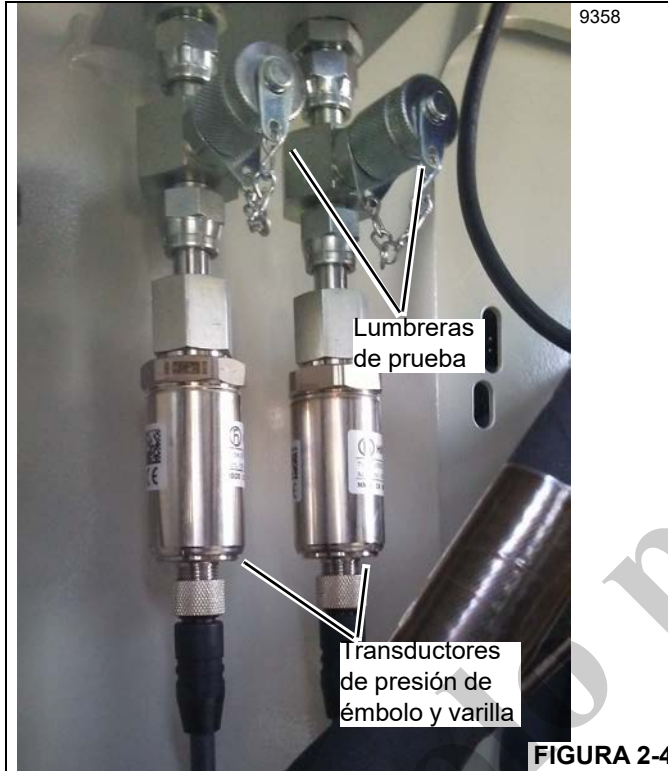

FIGURA 2-4
**Transductores de presión de émbolo y varilla** – Los transductores de presión de émbolo y varilla (Figura 2-4) miden la carga hidráulica de la grúa. Están montados en los cilindros de elevación lateral del émbolo y varilla. Los transductores están ubicados en la escuadra de refuerzo interior del bastidor, debajo de la torreta, y cuentan con lumbreras de prueba para purgar el aire de las mangueras hidráulicas cuando se calibran los transductores. Comuníquese con Manitowoc Crane Care para obtener más información sobre la calibración de los sensores RCL.